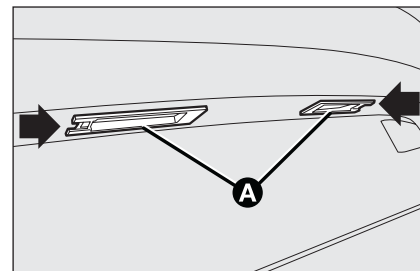

fig. 34
- intervenir sur le point indiqué par la flèche et enlever le groupe transparent **A**-fig. 34;